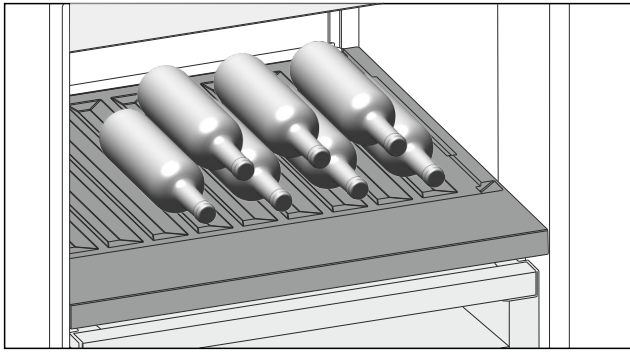

Fig. 87
- ▶ Бутылки укладывают дном к задней стенке. (см. Fig. 87)